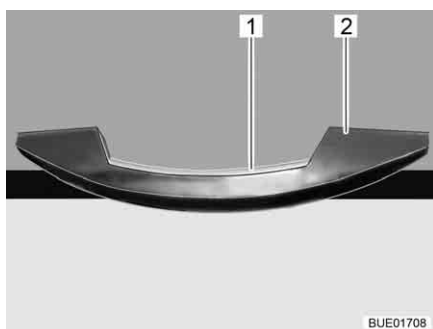

Fig. 59 Maniglia con listello di sblocco (esempio)
- Premere il listello di sblocco (Fig. 59,1) e mantenerlo premuto.
- Tirare la maniglia (Fig. 59,2) finché lo sportello del mobile non si apre.